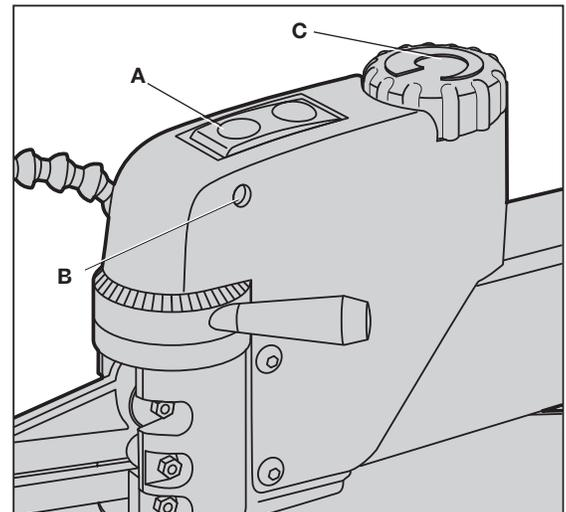

FIG. 8
Pour mettre la scie à découper en marche, appuyer sur l'avant de l'interrupteur (A) fig. 8. La scie se verrouille automatiquement en position de marche. Pour arrêter l'outil, appuyer sur l'arrière de l'interrupteur (A). L'interrupteur comporte un trou (B) afin d'y insérer un cadenas pour verrouiller la scie en position d'arrêt (fig. 8).
IMPORTANT : Lorsque la machine n'est pas utilisée, l'interrupteur doit être verrouillé en position de « OFF » (ARRÊT), pour empêcher toute utilisation non autorisée en utilisant un cadenas avec une boucle de 4,76 mm (3/16 po) dispositif d'accrochage de diamètre par du trou (B) fig. 8.
La scie à découper est munie d'un régulateur de vitesse (de 400 à 1 750 courses à la minute). Pour actionner le mécanisme, faire tourner le régulateur de vitesse (C) fig. 8 lorsque la scie fonctionne.